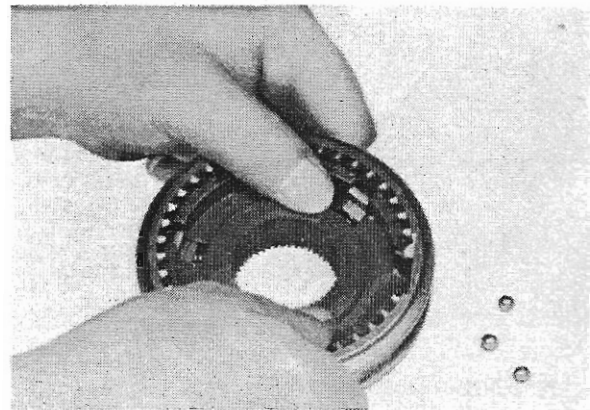

Abb. 21
Synchronringe (403 und 422) abnehmen. Schiebemuffe (408) vom Synchronkörper abdrücken (Abb. 21). Dabei auf das Herausspringen der Kugeln (404), der Druckfedern (405) und der Druckstücke achten. Es ist vorteilhaft, die Synchronkörper vor dem Abdrücken der Schiebemuffen mit einem Lappen abzudecken.